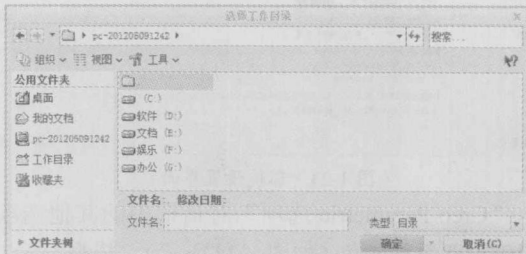

图 1-33 “选择工作目录”对话框
2. 单击 (选择工作目录) 按钮，打开如图 1-33 所示的“选择工作目录”对话框。